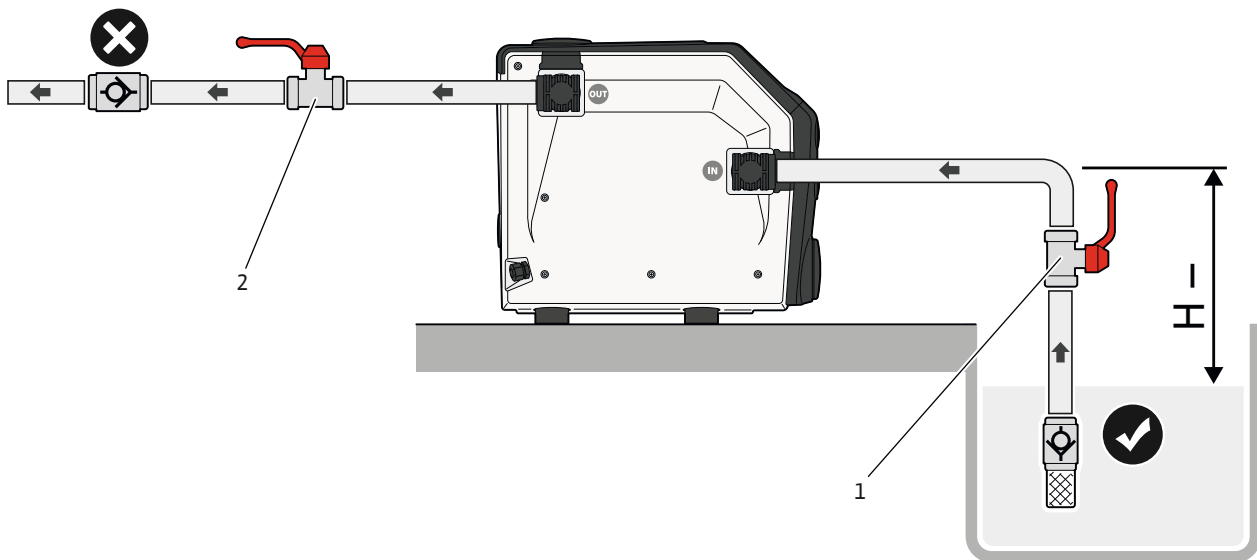

Fig. 7: Λειτουργία αναρρόφησης
1. Κλείστε τις βάνες σύρτη (Fig. 7 – θέση 1, 2) στις πλευρές αναρρόφησης και κατάθλιψης.